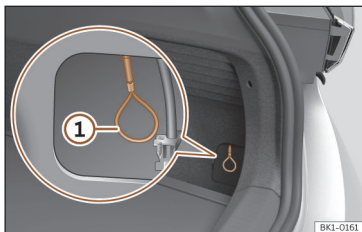

Fig. 73 Desbloqueio de emergência do conector de carregamento.
- Puxe o laço para desbloqueio manual de emergência >>> **Fig. 73 ①**. Pode retirar-se o conector de carregamento >>> ⚠.